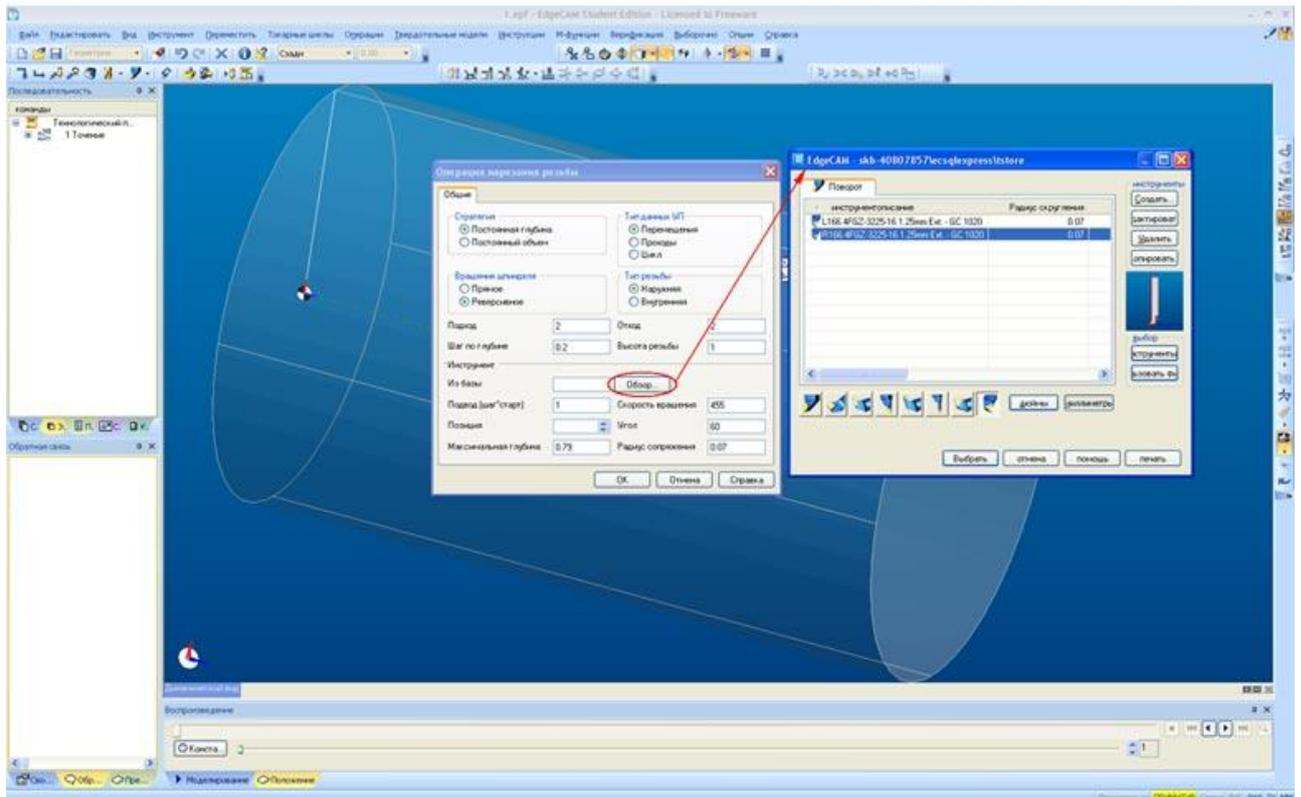

Рис. 6. Edgcam. Инструмент выбран из базы.
- инструмент, выбран из базы (рис.6);